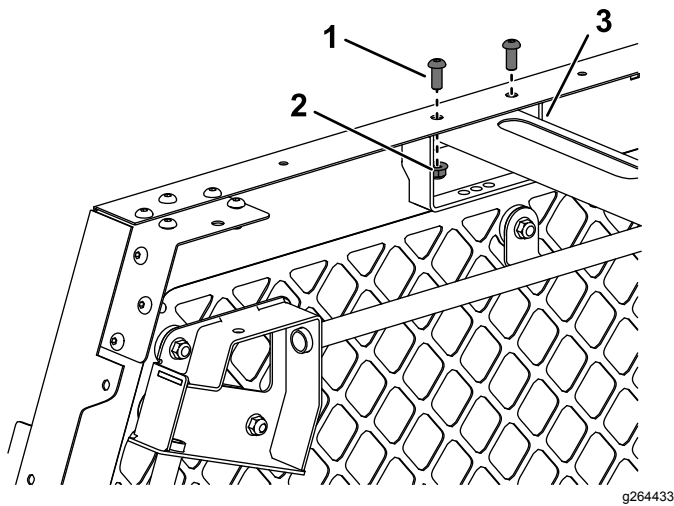

Figure 13
1. Fixez chaque côté du support de montage à l'aide de 2 boulons à tête ronde (5/16" x 3/4") et de 2 écrous à embase (5/16") ; voir la Figure 13.